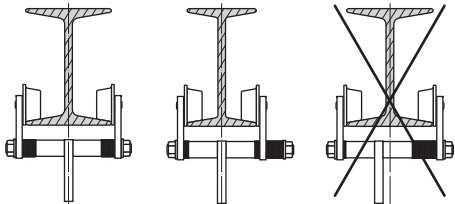

Рис.5
- 2. Зафиксируйте устройство на балке при помощи боковых гаек - рис. 5. Анкерное устройство должно быть расположено симметрично на балке, точка крепления должна располагаться посередине устройства. Проверьте надежность соединения. Форма и строение балки должны исключать возможность самопроизвольного отсоединения устройства.